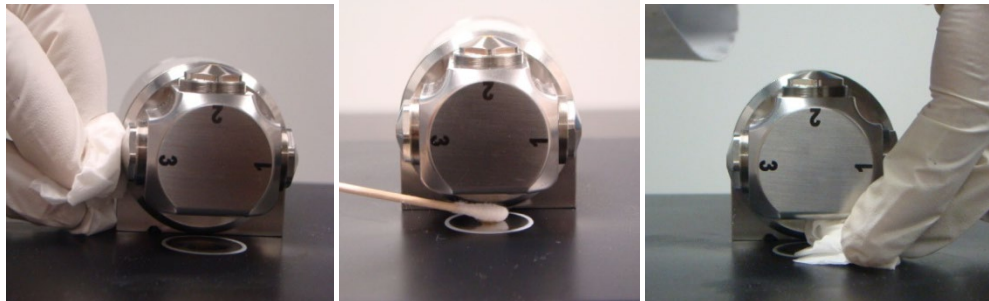

Figura 15 Limpieza del visor de la Posición 3 de DialPath (izquierda) y limpieza del área de montaje de la muestra.
- 2** Limpie el visor de la última posición utilizada para el análisis, con un bastoncillo de algodón humedecido en acetona (consulte la Figura 15, que muestra la Posición de limpieza 3).
- 3** Limpie el área de montaje de la muestra inferior (consulte la Figura 15).